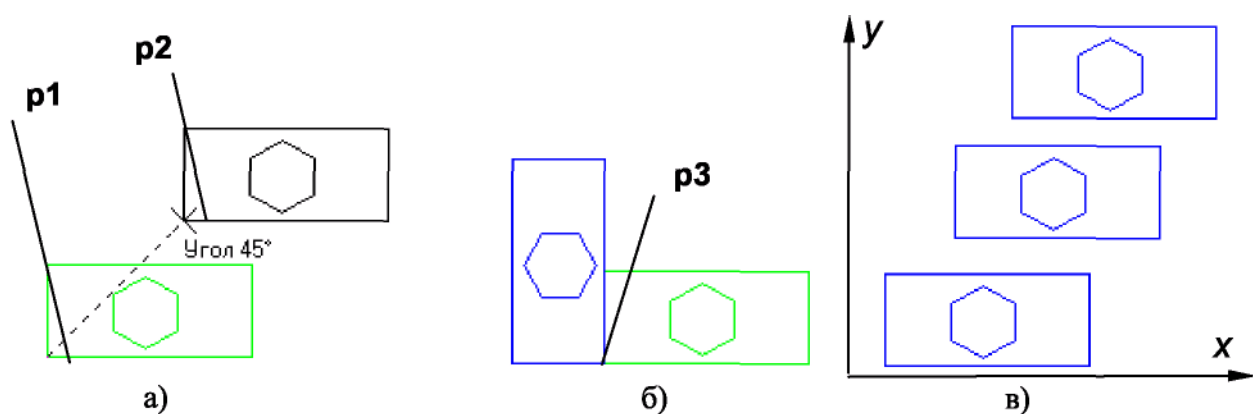

Рис. 4.3. - Примеры использования команд сдвига и копирования объектов
3) указать положение базовой точки **p1** (рис. 4.3 а);
4) указать новое положение базовой точки **p2** (рис. 4.3 а);
- 3) указать положение базовой точки **p3**, относительно которой осуществляется поворот фрагмента (рис. 4.3б);
- **Копирование**. Копирование осуществляется смещением копии по осям x и y (рис. 4.3в).